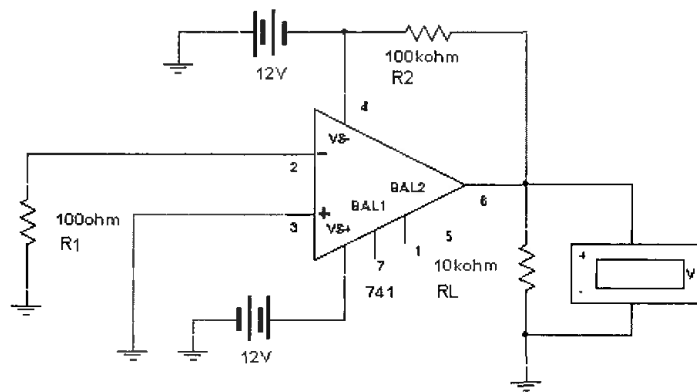

Рисунок 2
1. Смоделируйте схему операционного усилителя, изображенную на рис. 2.